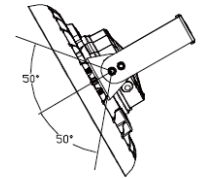

Fig. 7
6. Après l'installation, raccorder le luminaire au réseau électrique conformément aux normes locales. S'assurer que les connexions sont stables. En ajustant les vis du support, il est possible d'orienter le luminaire de 50° vers la gauche ou la droite à la verticale. (Fig. 7)